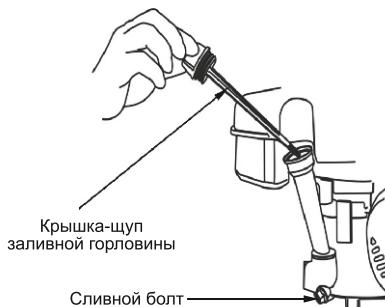

Рис.13
4. Открутите сливной болт Рис.13 и слейте масло в специальную емкость. Закрутите сливной болт.